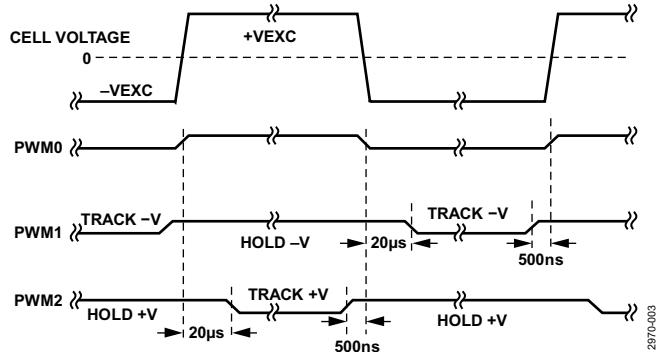

图3. 电导池电压和采样保持时序信号
**ADuCM360**能产生PWM0方波开关信号以供**ADG1419**开关使用，并且还能产生PWM1和PWM2同步信号供同步采样级使用。电导池的电压和三个时序波形如图3所示。